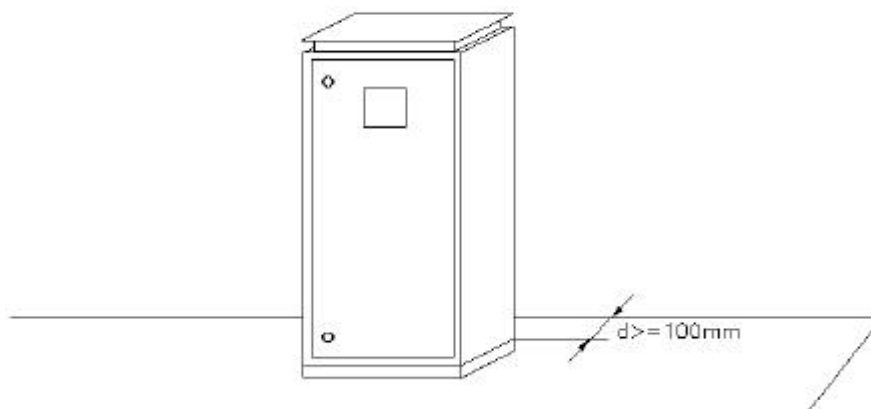

Fig. 1. Ubicación de equipos sobre suelo
- En armarios sobre suelo, incluso la cara posterior debe permanecer libre. Esto obliga, por ejemplo, a dejar una distancia mínima de 100 mm de la cara posterior respecto a la pared (fig. 1). En caso de ampliaciones, dejar espacio (mínimo 250 mm.) entre el modelo existente y la ampliación. Si no fuera posible consultar a nuestro departamento técnico.